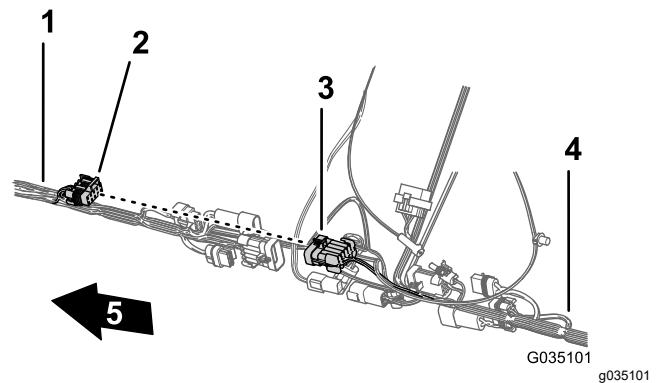

Bild 73
2. Verbinden Sie die 10-polige Buchse des vorderen Kabelbaums für die Sprühkabelbaumverbindung mit dem 10-poligen Stecker des hinteren Kabelbaums für die Sprühkabelbaumverbindung (Bild 73).